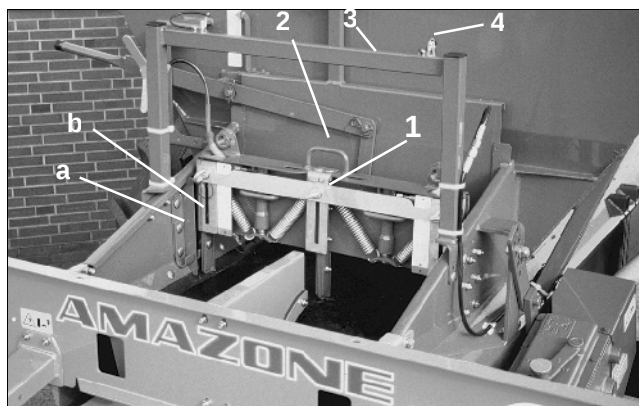
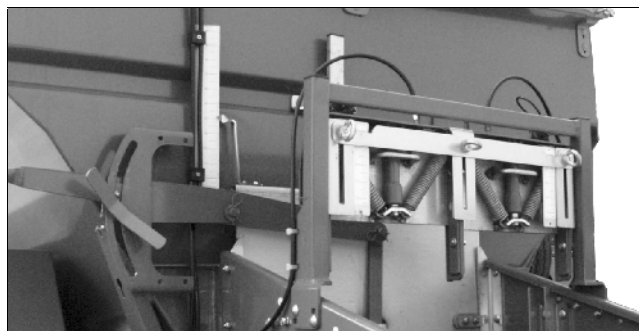

Fig. 29
Fig. 30
- **Double doseur** (Fig. 29/1):
Position a (arrière) (Fig. 29/a):
Position b (avant) (Fig. 29/b):
- Tirer vers le haut la trappe (Fig. 29/1) par la poignée (Fig. 29/2) et l'accrocher sur le cadre porteur (Fig. 29/3) en position garage (Fig. 30).
- verrouiller avec l'esse d'essieu (Fig. 29/4).